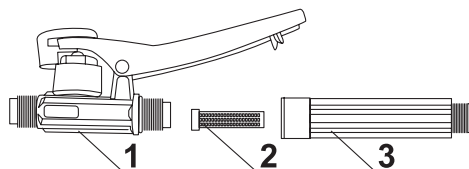

Рис. 2 Очистка фильтра в рукоятке управления
- 7.3. Выньте фильтр 2 (Рис. 2).